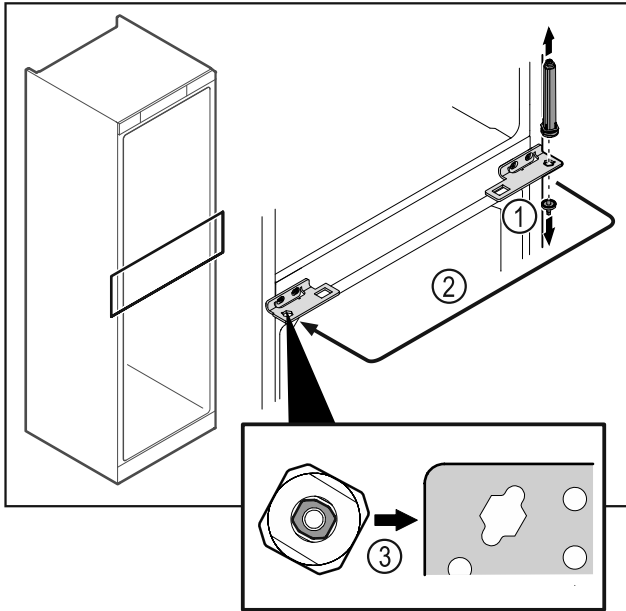

Fig. 41
- ▶ Scharnierbolzen Fig. 41 (1) abschrauben.
- ▶ Türschließsystem Fig. 41 (2) umsetzen.
- ▶ Beim Einsetzen auf die korrekte Ausrichtung des Türschließsystems Fig. 41 (3) achten.